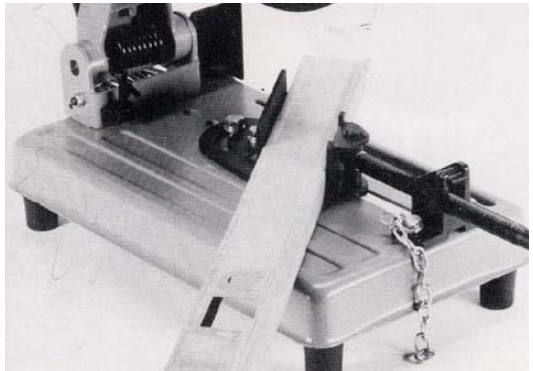

Fig.6
2. A Fig.6 mostra uma peça de corte, bloqueada no parafuso de banco para uma típica operação de corte em ângulo.